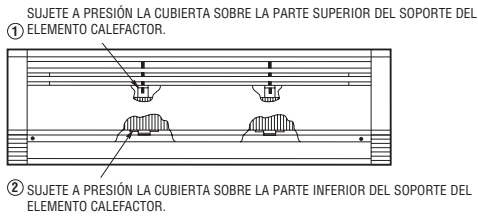

Figura 7. Sujeción de la cubierta
11. Coloque nuevamente la cubierta delantera encajando el reborde superior de la cubierta sobre las pestañas salientes en cada caja de conexiones y el borde superior del soporte(s) del elemento calefactor. Gire hacia abajo la cubierta, empujando hacia adentro las esquinas inferiores. Instale los dos tornillos (removidos en el Paso 4) a través de la cubierta dentro de las cajas de conexiones. Observe que la parte inferior de la cubierta está enganchada sobre la parte inferior de cada soporte del elemento calefactor. Vea la Figura 7.
3. Después de limpiar y suministrar el servicio de mantenimiento, coloque nuevamente la cubierta delantera y los tornillos removidos verificando que la cubierta está asegurada apropiadamente en cada soporte del elemento calefactor en la parte superior e inferior – vea la Figura 7.